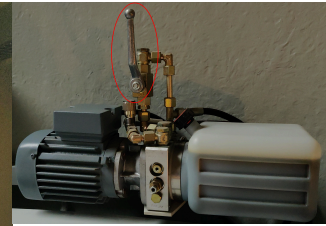

Abb. 2:
- Hebel (Abb. 2) auf der Oberseite der Klappenhydraulik rechts neben dem Kuppelspalt nach links in die waagerechte bringen